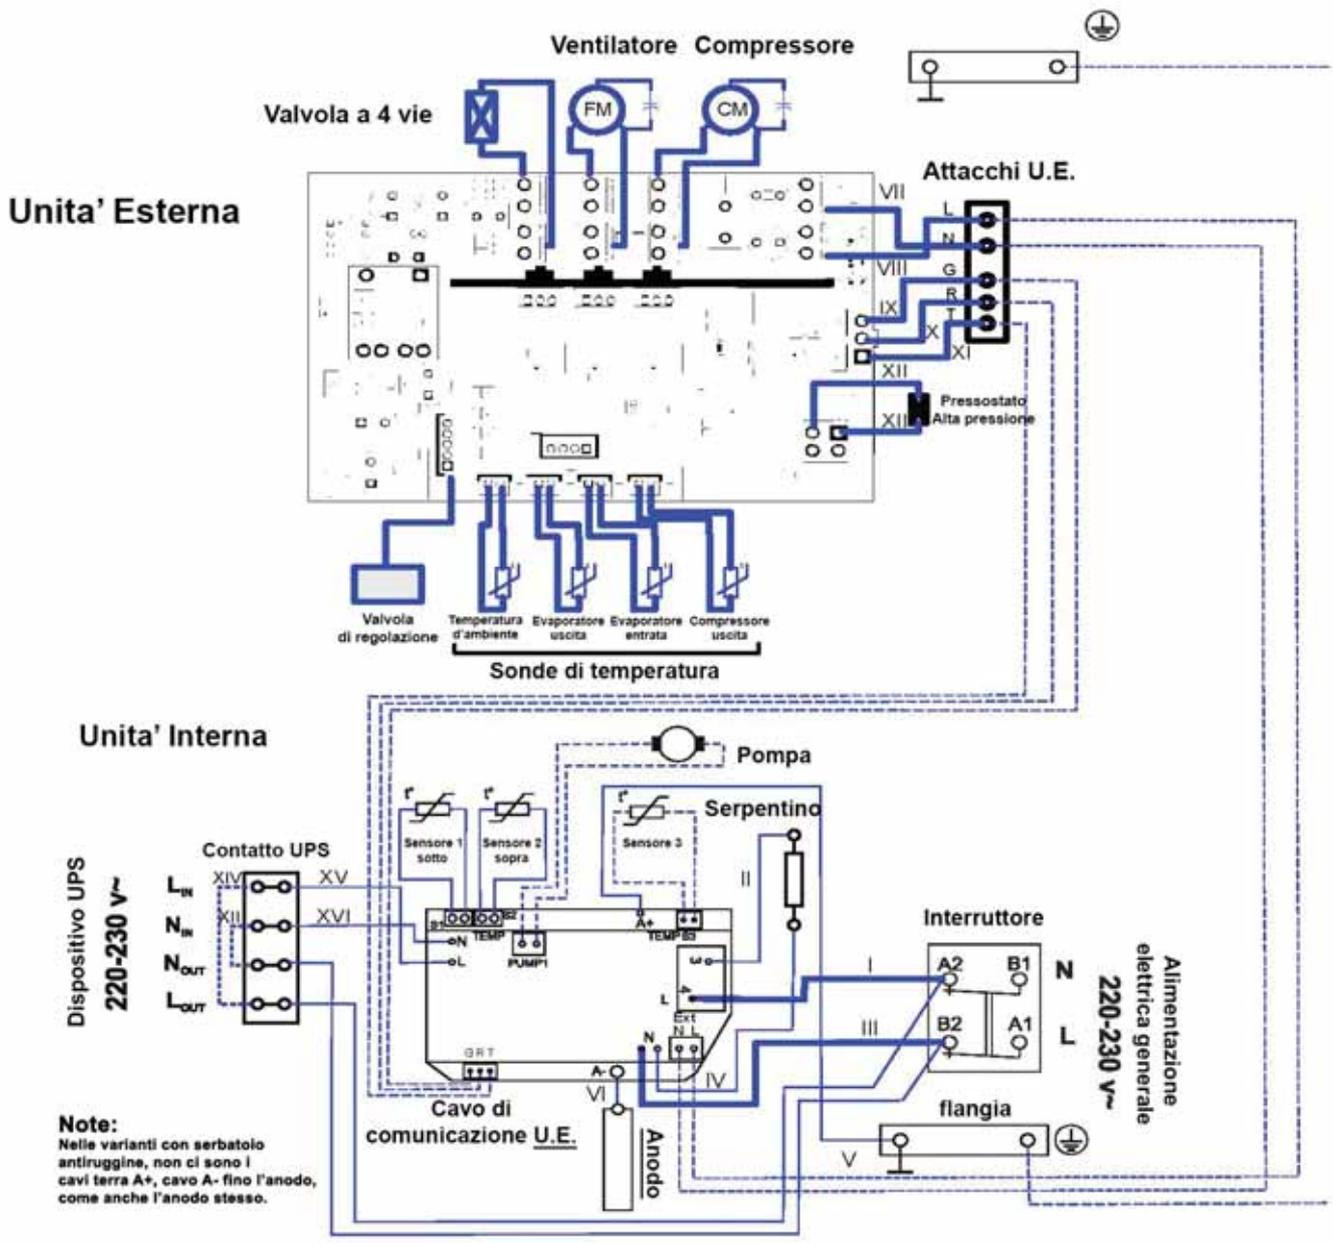

Fig.14
- Collegare il conduttore di fase del cavo di alimentazione al terminale contrassegnato A1 (o L, a seconda della modifica), come mostrato nello schema elettrico fig. 14, poi il neutro a B1 terminale (o N), e la terra al terminale di sicurezza (la vite sulla staffa flangia) marcati con terra.
- Il cavo di alimentazione deve essere collegato in modo che i connettori percorsi da corrente siano allungati prima dell'allungamento del conduttore terra, nei casi in cui il cavo si discioglie. Il collegamento del cavo di alimentazione dell'unità esterna all'unità interna contrassegnato come 'EXT' si svolge secondo lo schema del circuito elettrico fig. 14 collegando il conduttore di fase al terminale contrassegnato L, il neutro al morsetto contrassegnato N, e il conduttore terra al terminale terra (la vite sulla staffa della flangia). Il cavo di alimentazione deve essere collegato in modo che i cavi di fase e neutro si stacchino prima del cavo terra. Il collegamento dei terminali dell'unità esterna segue la procedura descritta sopra: prima rimuovere il coperchio di protezione dell'unità esterna contrassegnato come B sulla Fig. 1. Quindi collegare corrispondente conduttore di fase al terminale contrassegnato L, il neutro al morsetto contrassegnato N, e il conduttore terra al terminale contrassegnato per terra.